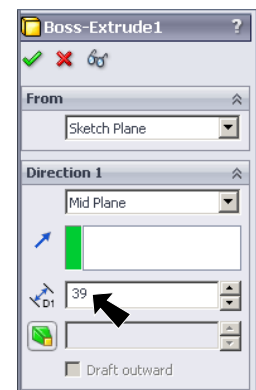

Fig. 15
Step 2. Change **Depth**  to 39, click OK , Fig. 15.